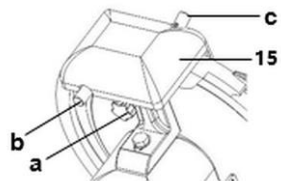

Fig. 10
7. Mantenere premuto il tasto (b, fig. 10) dell'elemento affilante sul retro dell'affilatoio (1) e lasciare l'apparecchio acceso per circa 60 secondi, affinché sulla lama si formi un truciolo di bava.